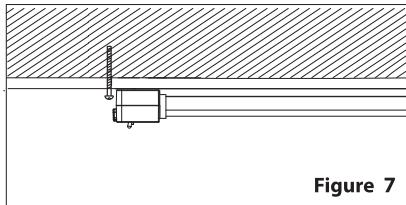

Figure 7
3. Pour mieux fixer le luminaire, montez une troisième vis à côté du côté de la prise (voir la figure 7). Si un ancrage est nécessaire, marquez le trou aussi près que possible du luminaire, retirez la lampe, percez le trou sur la position marquée, installez l'ancrage dans le trou percé, réinstallez le luminaire puis installez la vis dans l'ancrage mural.